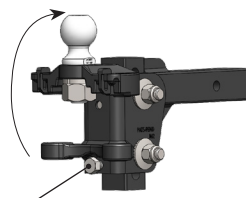

Figure 5
5. Utilisez une clé pour serrer le boulon d’inclinaison jusqu’à ce que le rivet d’espacement soit fermement installé contre la barre d’attelage. (Figure 5)